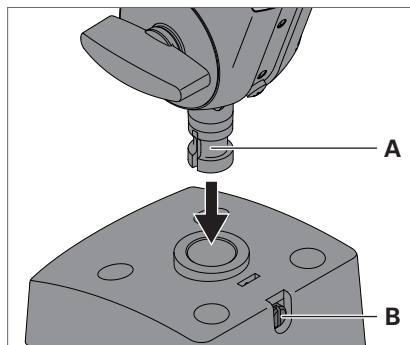

Fig. 2: Montare l'apparecchio di illuminazione sull'elemento di fissaggio.
- ▶ Inserire il perno **A** dell'asta dell'apparecchio di illuminazione nell'apertura dell'elemento di fissaggio, vedi Fig. 2.